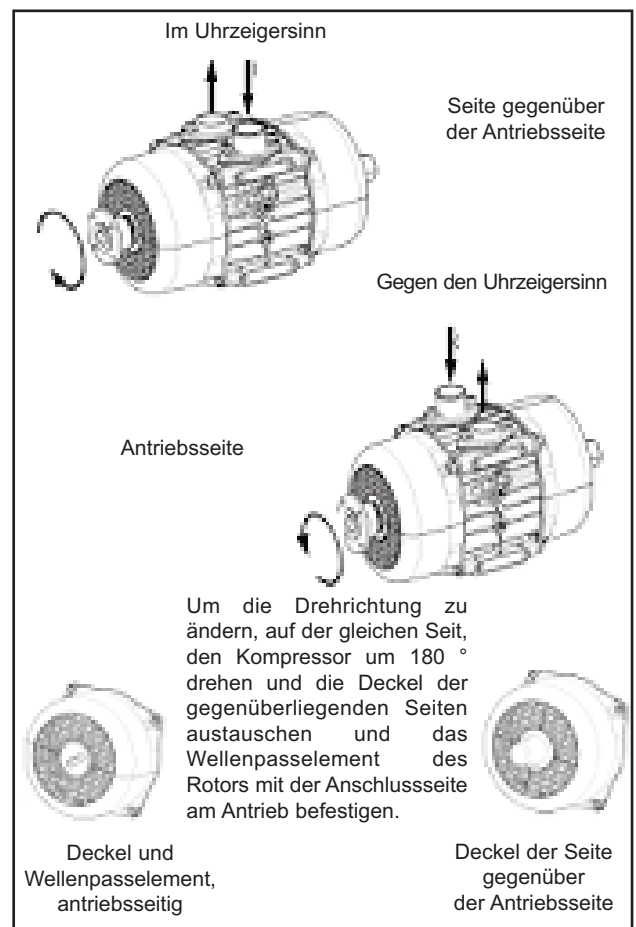

Abb. 2
- Der Motor kann an einer beliebigen Seite des Kompressors angeschlossen werden, aber die Antriebswelle MUSS stets mit einer Toleranz von  $\pm 5^\circ$  horizontal liegen ; siehe Abb. 2.